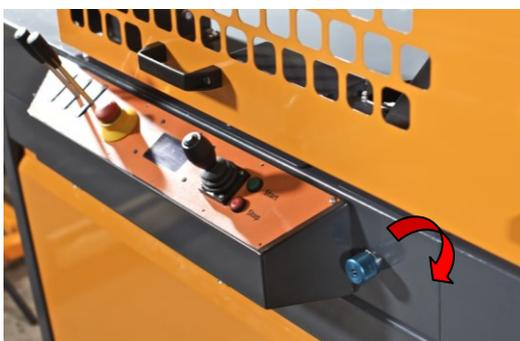

Figure 35. Soupape réglant la vitesse de sciage
- Commencer en mettant la soupape en position minimum (Figure 35).